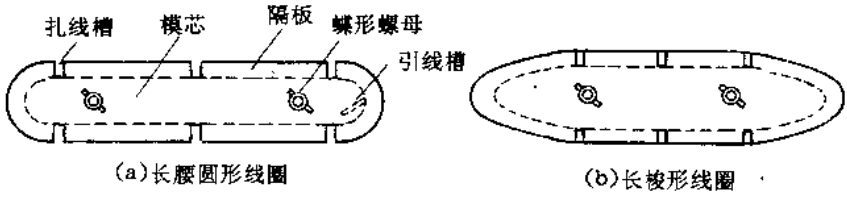

图 1-14 直流电动机电枢绕组的绕线模
(2)直流电动机电枢绕组的绕线模 中,大型直流电动机电枢绕组的线圈元件才用绕线模绕制,其线模如图 1-14 所示。电枢绕组绕线模制作方法与前面所述的梭形或腰圆形绕线模相同;只是形状上有些差别。图 1-14(a)是长腰圆形绕线模;而图 1-14(b)为长梭形绕线模。